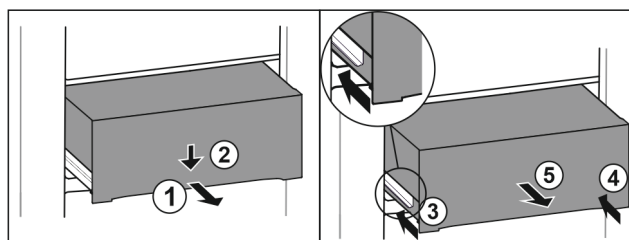

Fig. 93
- 将抽屉拉出一半。 Fig. 93 (1)
- 朝下按压正面的抽屉。 Fig. 93 (2)
- 将左侧轨道推入大约 2 cm。 Fig. 93 (3)
- 将右侧轨道推入大约 2 cm。 Fig. 93 (4)
- 朝前取出抽屉。 Fig. 93 (5)